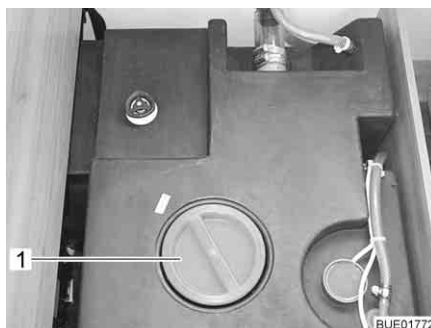

Fig. 167 Apertura per la pulizia sul serbatoio dell'acqua
- Staccare il coperchio (Fig. 167,1) del serbatoio dell'acqua.